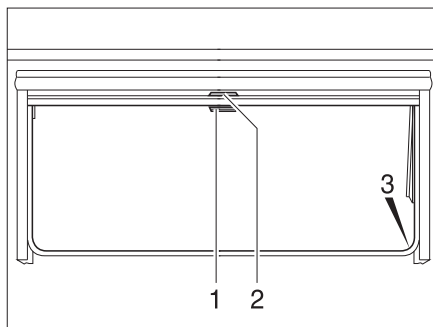

Bild 76 Överkantshängda fönster
- Drag ned mörklägningsrullgardinen med handtaget (Bild 76,2). När mörklägningsrullgardinen dras ned helt fäster man det i spärrarna (Bild 76,3) på båda sidorna på fönsterkarmen.
- När mörklägningsrullgardinen är helt neddragen: Tryck ned handtaget (Bild 76,2) och drag det något inåt. Nu kan man ta loss mörklägningsrullgardinen ur spärrarna på båda sidorna av fönsterkarmen.
- När mörklägningsrullgardinen inte är helt neddragen: Drag handtaget (Bild 76,2) lätt nedåt tills spärren släpper.
- Drag ner insektsnätet med handtaget (Bild 76,1) och fäst det i spärrarna (Bild 76,3) på båda sidorna av fönsterkarmen.
- Tryck ned handtaget (Bild 76,1) och drag det något inåt. Lossa insektsnätet ur spärrarna på båda sidorna av fönsterkarmen.